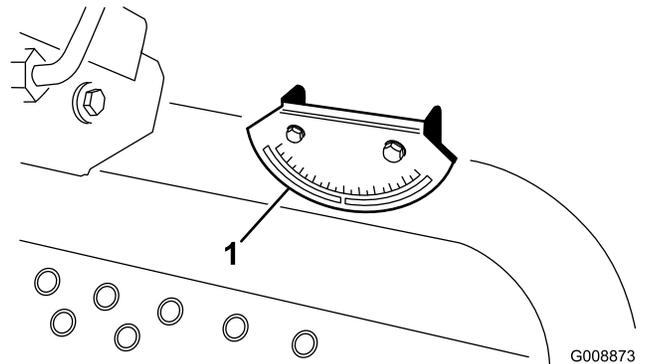

図 5
- 機体のクロスビーム（燃料タンク脇）に携帯斜面計（付属品）を置いて、機体が水平になっていることを確認する（図 5）。このとき、運転席に座った状態で、機体に装着されている傾斜計の読みが 0° であれば問題ない。